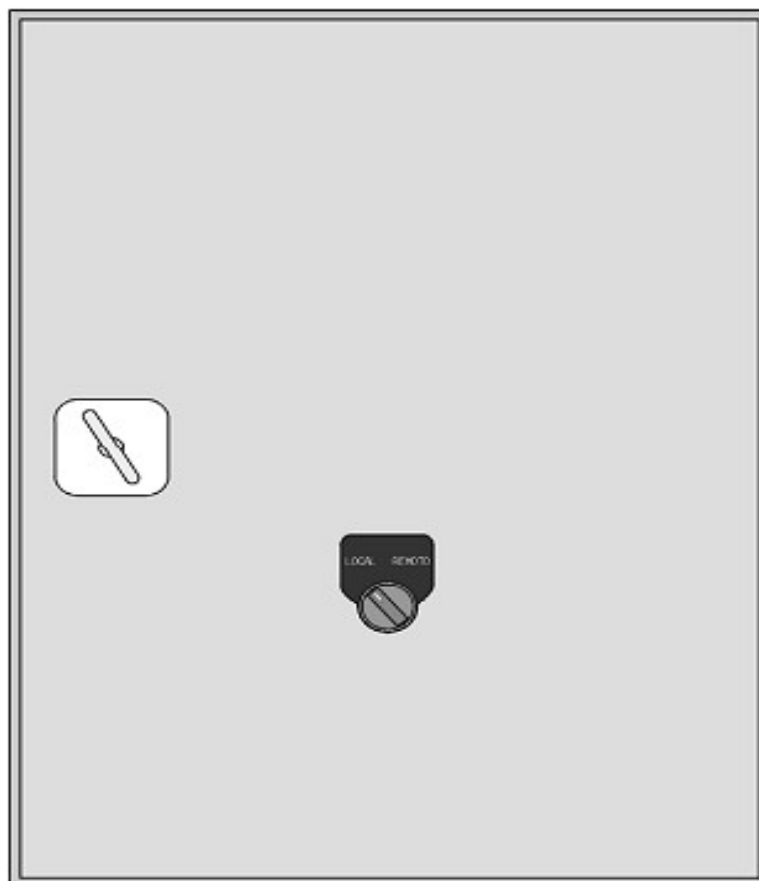

Figura 2.23. Painel de Controle Local do SCA/ HPC
Para que o passo possa ser operado localmente, é necessário que a chave “Local / Remoto” do painel local (vide **figura 2.23** abaixo) esteja na posição “Local”. O passo deve ser ajustado localmente.
- Chave do painel Local do Passo (**figura 2.23** abaixo) na posição “Remoto”
- Ajustar a posição da chave do “Painel de Controle Local do SCA/ HPC” (**figura 2.23**) para a posição “REMOTO”
Para assumir o controle Local, basta colocar a chave Local/Remoto, localizada no “Painel de Controle Local do SCA/ HPC” (mostrado na **figura 2.23** abaixo), na posição Local. Nesse momento, o indicador luminoso de modo de operação na área do HPC nas telas mostra o texto “LOCAL” e os indicadores luminosos “Controle disponível” e “Remoto Manual Selecionado” do “Painel de Controle Remoto Manual do SCA/ HPC” apagam.